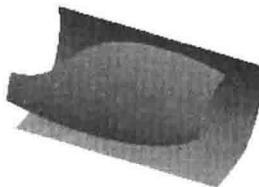
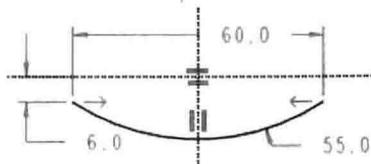

图 1.9 拉伸曲面 3
图 1.10 截面草图
Step7. 创建图 1.9 所示的拉伸曲面 3。在操控板中单击“拉伸”按钮 **拉伸**，按下操控板中的“曲面类型”按钮 。选取 TOP 基准平面为草绘平面，选取 RIGHT 基准平面为参考平面，方向为 **右**；绘制图 1.10 所示的截面草图。在操控板中定义拉伸类型为 **至**，输入深度值 150.0，单击 **%** 按钮调整拉伸方向，单击 **确定** 按钮，完成拉伸曲面 3 的创建。